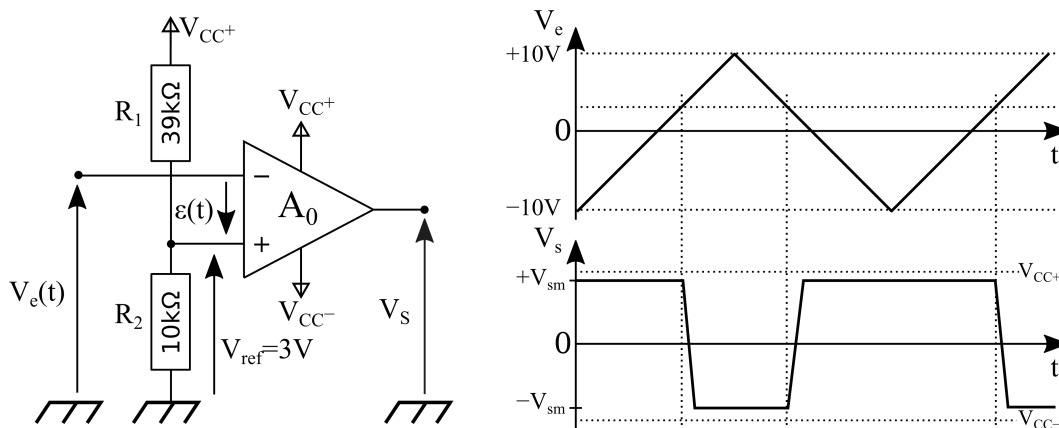

Figure 4 : Montage de comparateur de tension et représentation de $V_e(t)$ et $V_s(t)$
Nous donnons en exemple le montage comparateur de tensions de la figure 4 où l'entrée – de l'amplificateur est excitée par une tension V_e triangulaire, de valeur moyenne nulle, d'amplitude crête de 10 V et de fréquence 1 kHz.
2.1.1. Alimenter la maquette en +15 et -15 V. Réaliser le montage de la figure 4. Dessiner l'une sous l'autre et coter les tensions $V_e(t)$ et $V_s(t)$ en respectant leur chronologie.